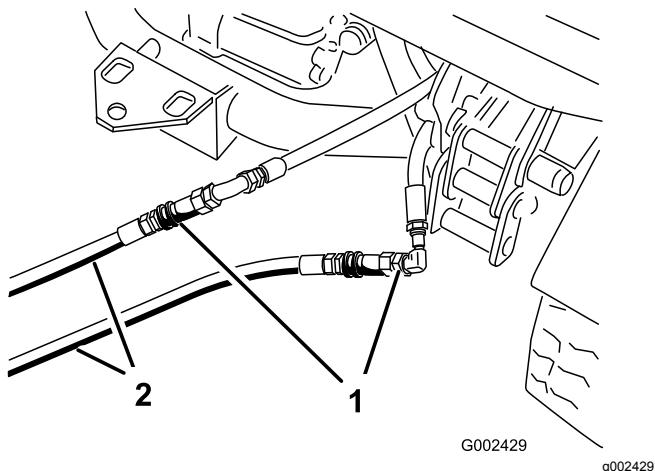

図 70
3. 故障しているワークマンのカップラホースに、救援用ホース 2 本を接続する図 70。